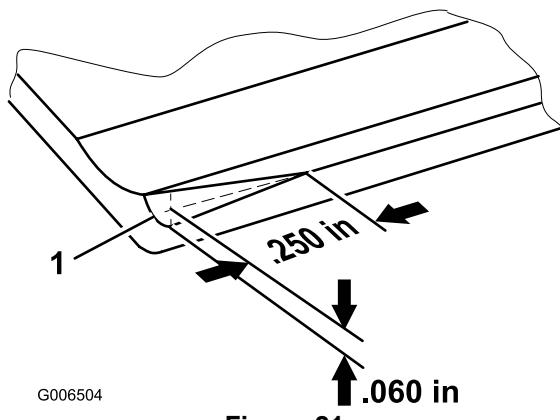

Figure 21
**Remarque:** Avec le temps, le chanfrein (Figure 21) doit être rectifié car il n'est conçu pour durer que 40% de la vie de la contre-lame.